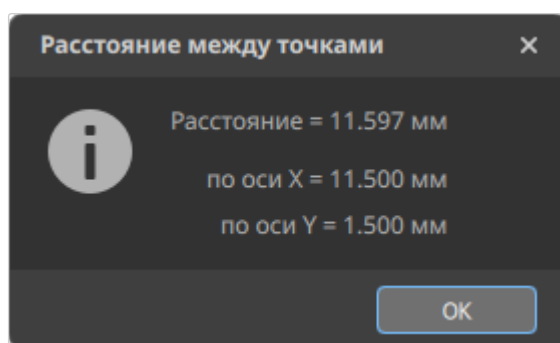

Рисунок 178. Результаты измерений
- 4) Нажать левой кнопкой мыши в конечной точке измерения. Отобразится всплывающее окно «Расстояние между точками» с результатами измерения (см. рисунок 178).